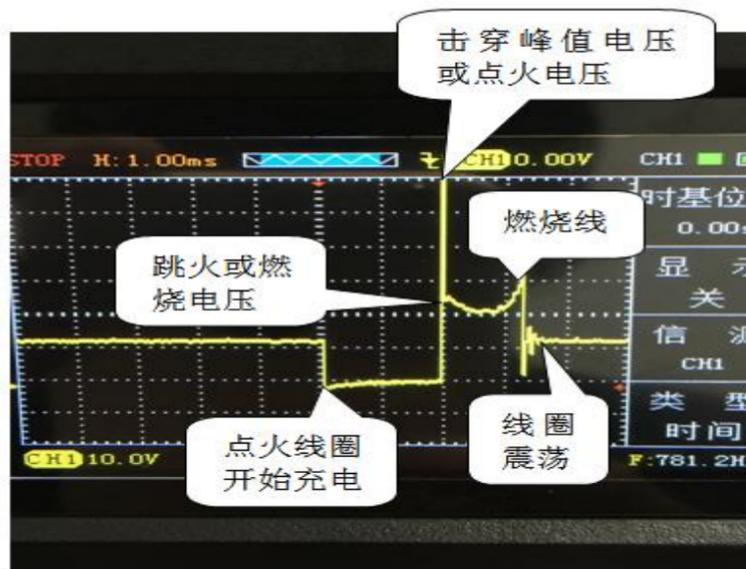

图 1 初级点火
- ①示波器装上电池后，长按示波器的红色电源“”键，直到听到蜂鸣器响即可松手，此时示波器进入主菜单界面，如右图 1
- ③将探头接到示波器 CH1 且探头调置 10X 档，然后接地夹接到信号地或搭铁
- ④由于示波器初级点火已默认好设置（探头档 10X，时基档 1ms），只需将探头针连接点火线圈即可直观的显示波形。如图 1（当波形晃动变化太快难以捕捉，可以设置触发模式为单次触发再去检测）
- ⑤按下“CH1”，可以查看各项数值和配置（配置已默认）
- ⑥显示的波形可以自行通过调节时基、垂直伏/格和触发方式实现自己的需求（时基、垂直伏/格和其他的具体操作方法请参考通用示波器操作）
右图 1
- ①示波器装上电池后，长按示波器的红色“”键，直到听到蜂鸣器响即可松手，此时示波器进入主菜单界面，如右图 1 所示